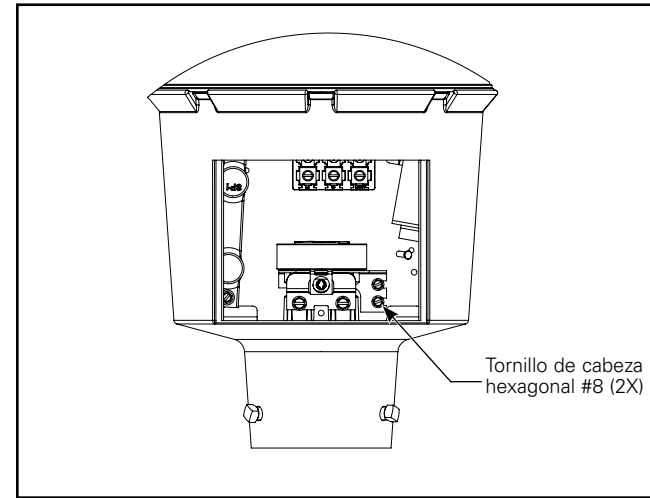

Figura 2.
4. Para acceder fácilmente al bloque de terminales, retire temporalmente el soporte de control de fotos. El soporte se puede quitar aflojando dos tornillos de cabeza hexagonal #8 y levantando el soporte de la bandeja de alimentación. (Figura 2)